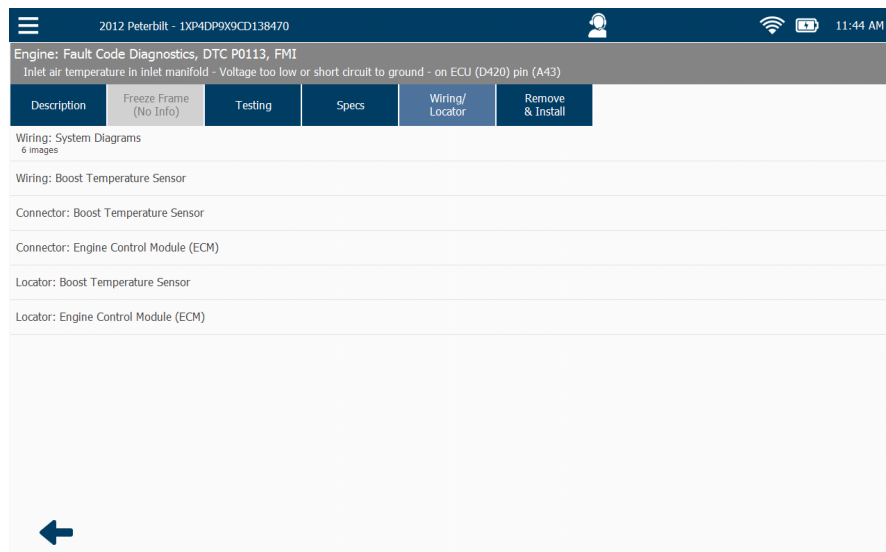

Figura 10.15 Lista de diagramas de cableado
- Usar la **flecha atrás** para volver a la lista de diagramas de cableado (Figura 10.15).